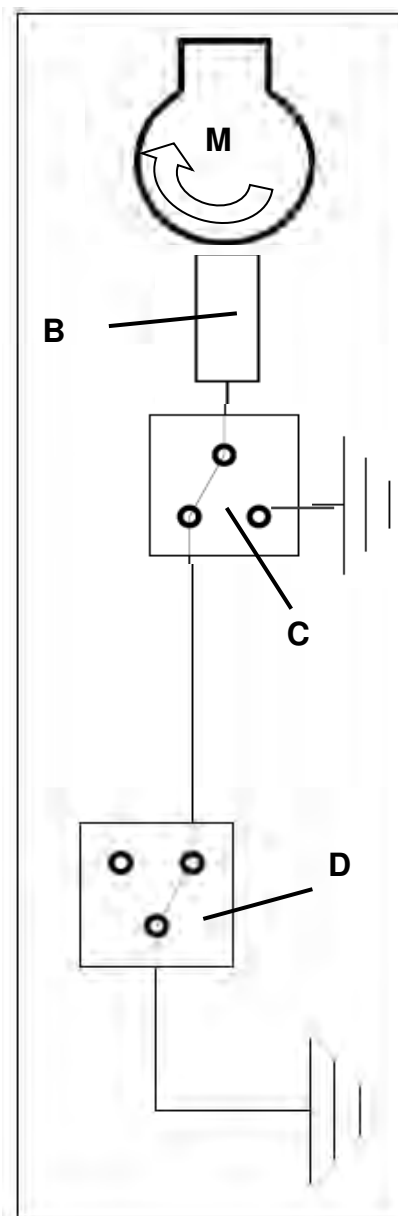

fig.14/33
14.7.1 Schéma électrique (fig.14/33)
14.7.1 Esquema eléctrico (fig.14/33)
14.7.1 Elektrische Schema (Abb.14/33)